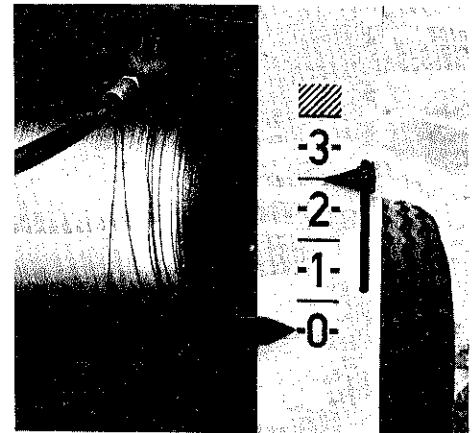
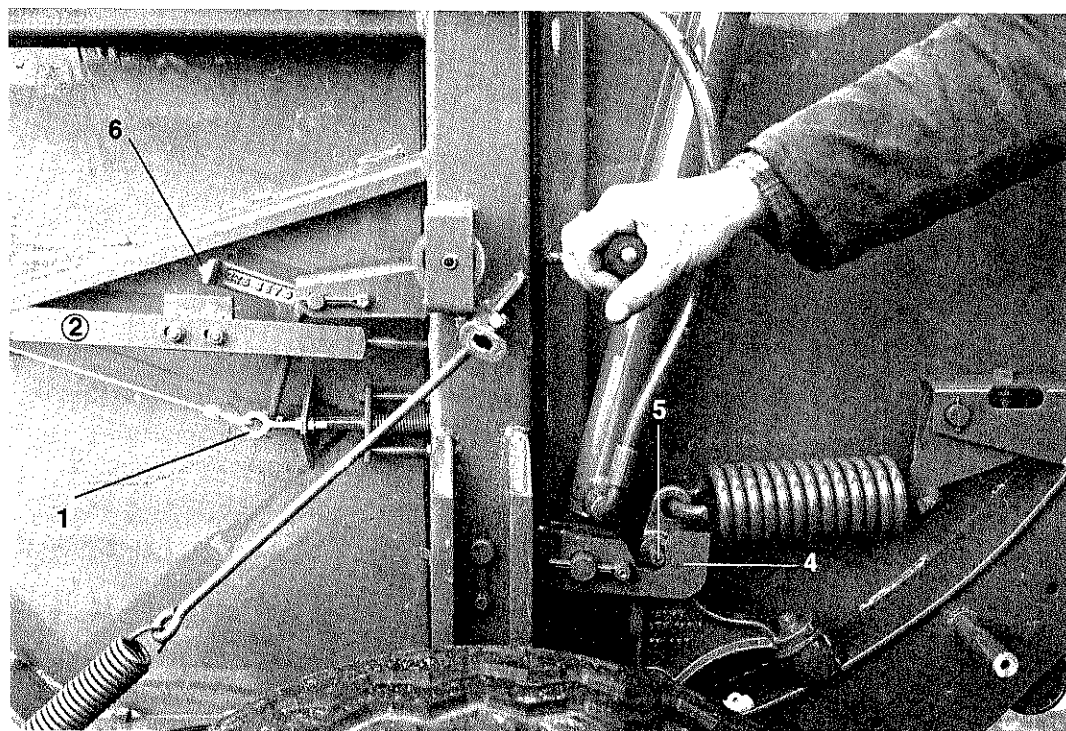

Abb. 16
Abb. 23
Die Einstellung der Anzeige muß bei geschlossener und eingehakter Verriegelung erfolgen. Das hintere Gehäuse muß mit einem Montierhebel so weit aufgedrückt werden, daß die Spannhülse 5, Abb. 23, hinten am Haken 4 anliegt. In dieser Stellung muß die Anzeige auf „0“ stehen, Abb. 16. Die Verstellung erfolgt über die Ösenschraube 1, Abb. 23.
Die Verschluss­hakensperre 6, Abb. 23 + 24 verhindert das Anheben der Verschluss­haken bei geöffneter Ballenkammer und somit das Einschalten der Elevatorkette.
- Verschlußhaken 4 und Gestänge 2 (Abb. 23 Seite 17) auf Gängigkeit prüfen, gegebenenfalls gängig machen und ölen.